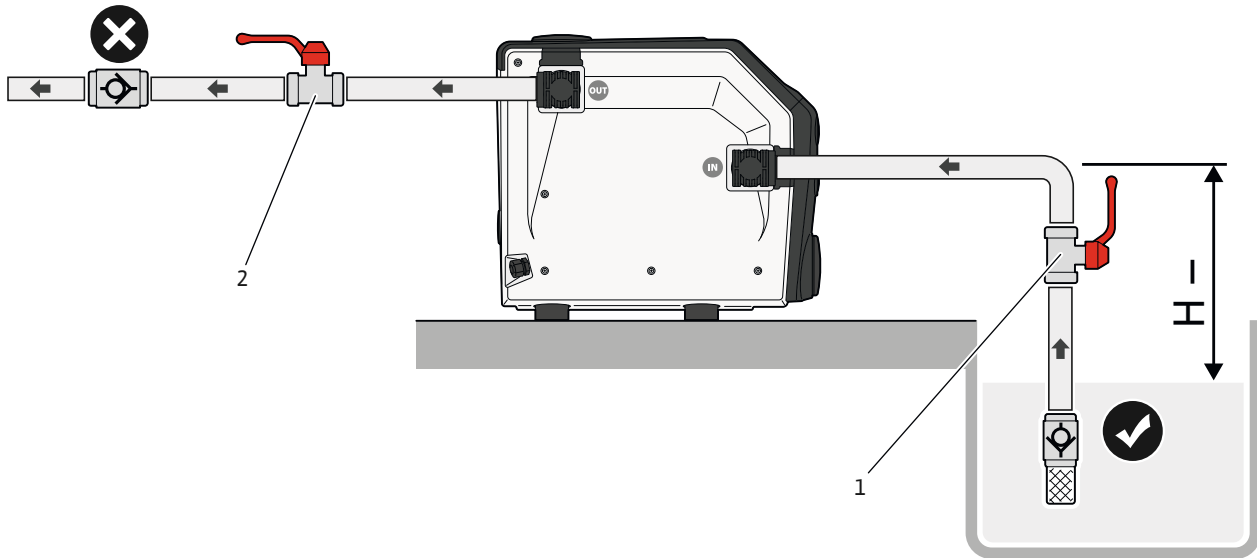

Fig. 7: Szívási üzemmód
1. Zárja be a tolózárat (Fig. 7 – poz. 1, 2) a szívó- és nyomóoldalon.